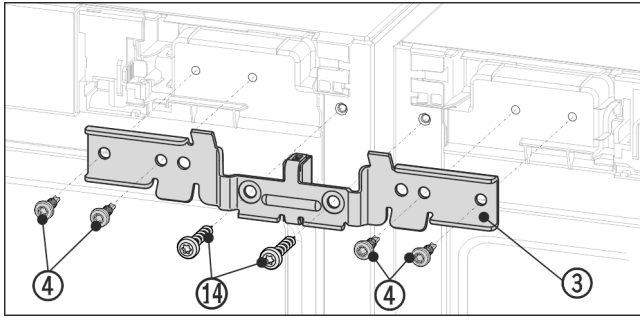

Fig. 13 Приблизне відображення
- ▶ Всунути кут Fig. 13 (3) з дистанційною прокладкою між пристроями і на цапфу. Трохи прикрутити кут з допомогою чотирьох гвинтів Fig. 13 (4) та задалегідь викручених гвинтів заземлення Fig. 13 (14) поперемінно зліва та справа.